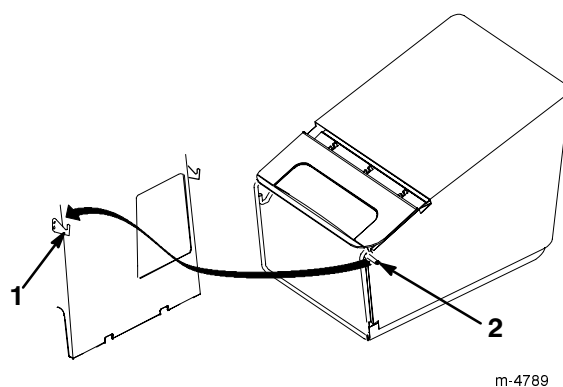

Figura 16
5. Enganche los pasadores de la bolsa de recortes en los ganchos de la plataforma, según muestra la Figura 16.
4. Desenganche los pasadores de la bolsa de recortes de los ganchos de la plataforma y retírelos por el hueco, según muestra la Figura 16.